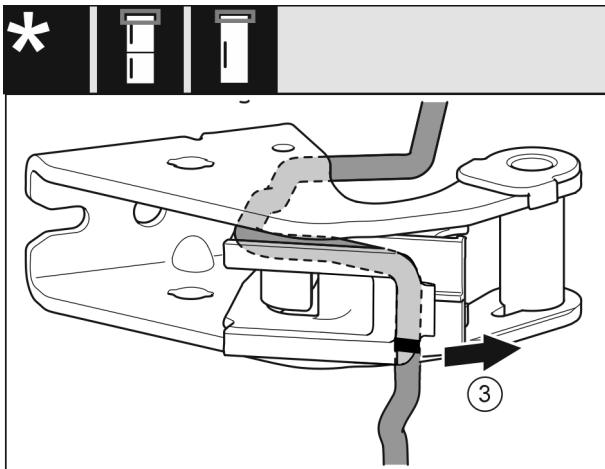

Fig. 25
- Démonter du support de palier le câble avec le support de câble. Fig. 25 (3)